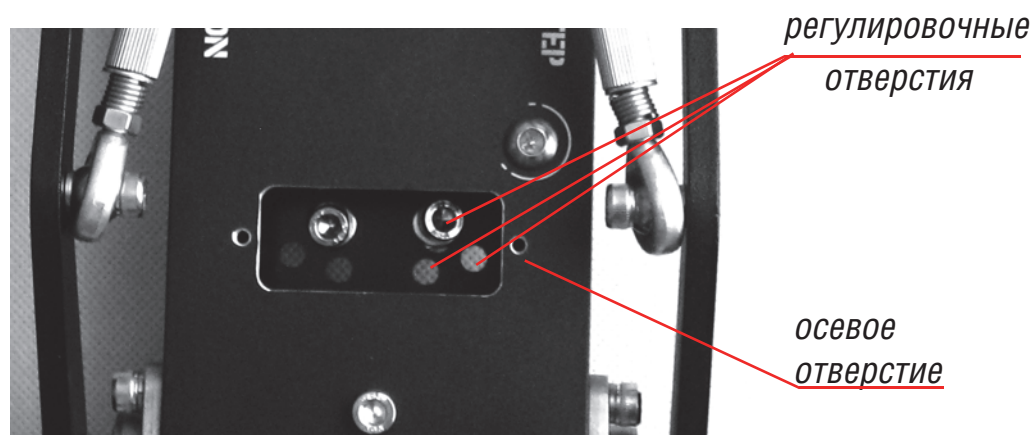

Рис. 2.6.
- 4.2. В окне корпуса, которое было прикрыто фальшпанелью, выберите регулировочные отверстия для закрепления ноги (рис. 2.6) и вставьте в него винт с шайбами.